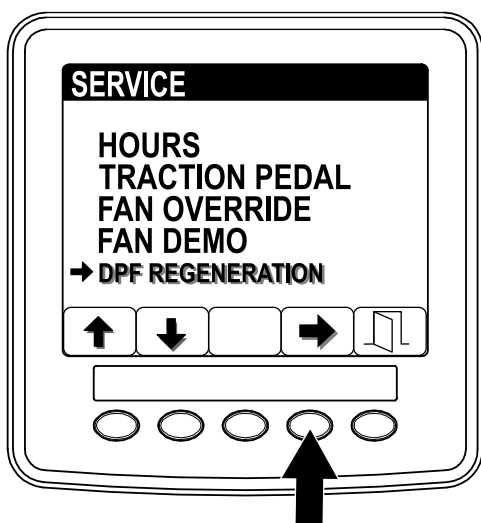

Bild 35
1. Öffnen Sie das Menü „Service“ und drücken Sie die Tasten 1 oder 2, um auf die Option DPF REGENERATION zu navigieren (Bild 35).
2. Drücken Sie die Taste 4, um den Eintrag „DPF Regeneration“ auszuwählen (Bild 35).